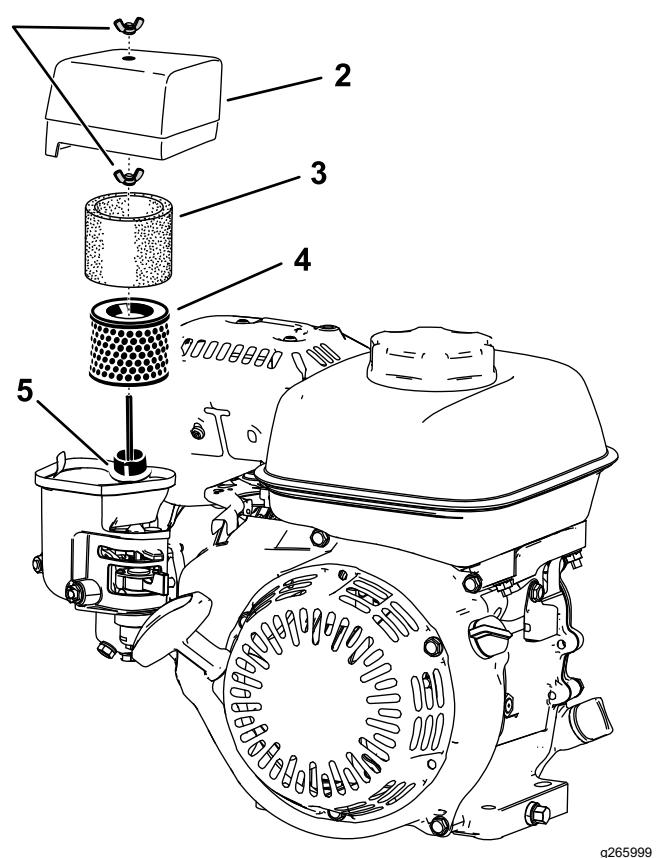

Figura 19
2. Retire a porca de orelhas que prende a cobertura do filtro de ar (Figura 19).